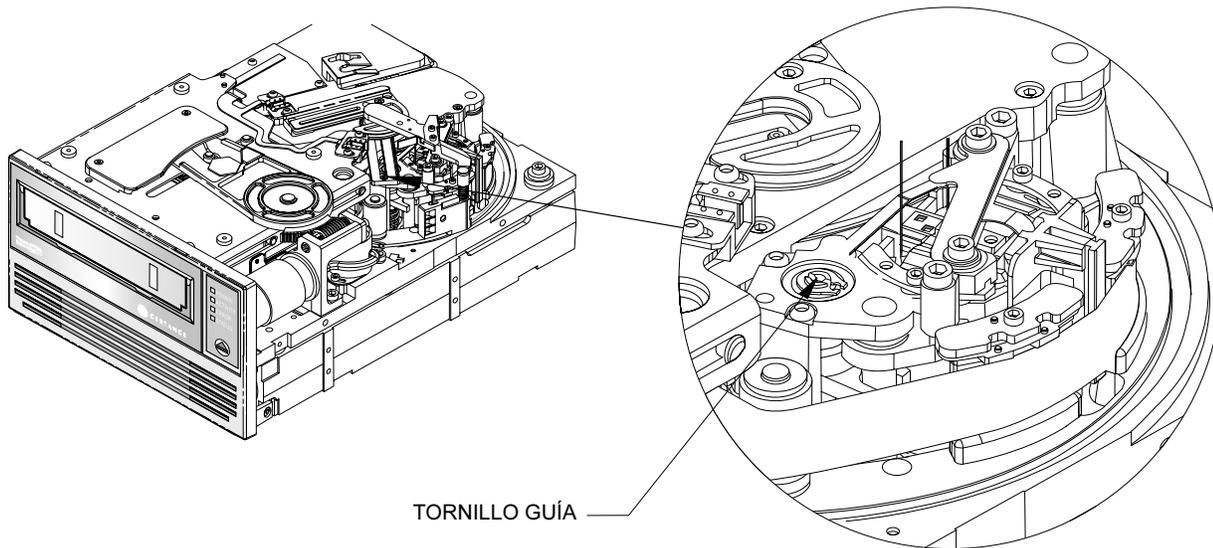

Figura 24. Tornillo guía de las unidades LTO-1 y LTO-2 (cinta ensartada en el carrete de colocación)
1. Asegúrese de que el ensamblaje de las cabezas esté en la posición baja, girando el tornillo guía en el sentido de las manecillas del reloj (consulte la Figura 24 en la página 84) con el destornillador de cabeza plana. Esto es necesario para permitir que el brazo cargador libere el ensamblaje de las cabezas cuando se retraiga hacia el cartucho.